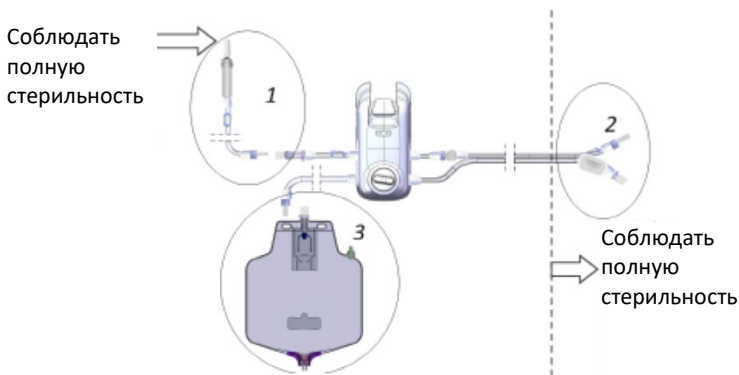

Рисунок 1: Три конца комплекта трубок: (1) шип для ирригационного мешка; (2) два разъема; и (3) дренажный мешок
4. Осторожно откройте упаковку комплекта трубок, чтобы не нарушить стерильность, см. рисунок 1. При работе с ирригационным шипом и разъемами строго соблюдайте стерильность.